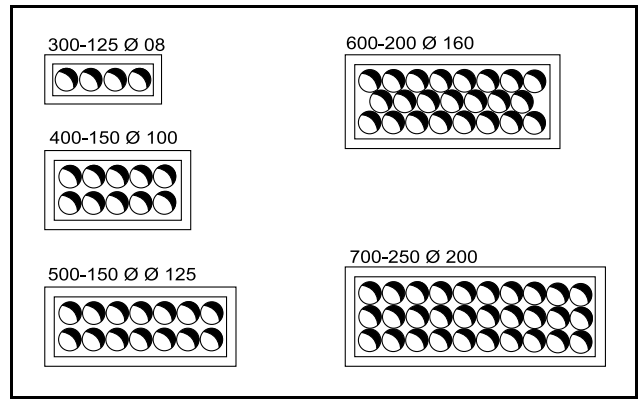

Рис. 6. Расположение дисков VDY 45°.
- Длина струи дана для стандартного расположения дисков. При расположении дисков 45° (рис.6 и 8) $l_{0,2}$ будет длиннее примерно на 50% (см. рис изовелы).
- Длина струи дана для стандартного расположения дисков. При расположении дисков 45° (рис.6 и 8) 10,2 будет длиннее примерно на 50% (см. рис изовелы).